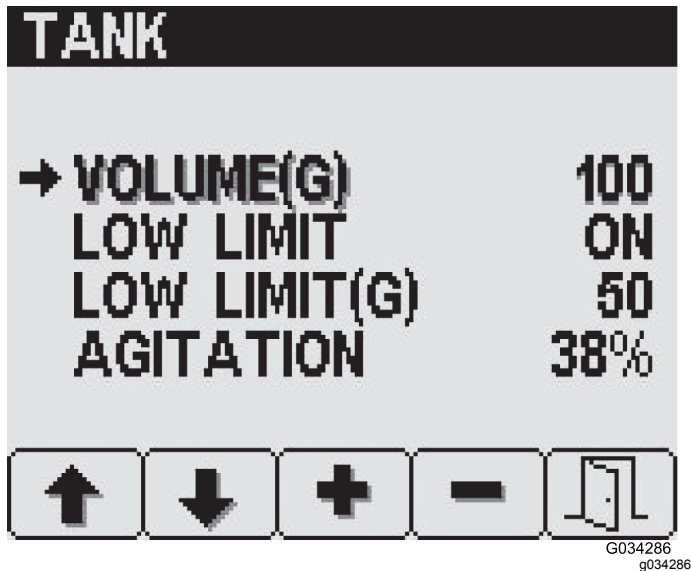

Figura 20
2. Pulse el botón 2 hasta que llegue al elemento que desee cambiar (Figura 20).
3. Utilice los botones 3 y 4 para establecer el valor que desee (Figura 20).